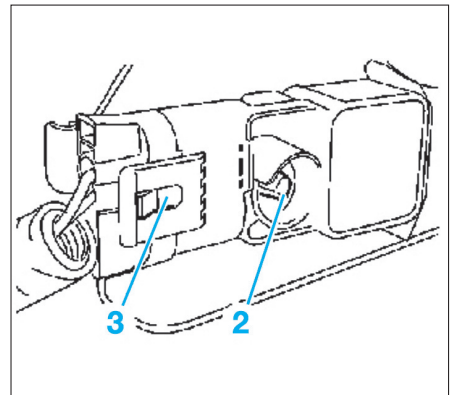

Fig. 13
- Déposer la vis (2) (Fig.13).